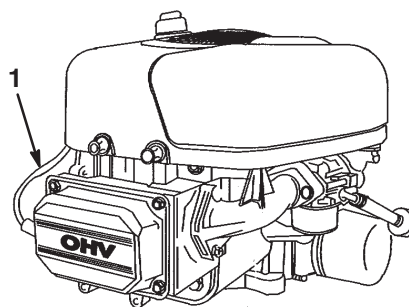

Bild 18
6. Ziehen Sie den Zündkerzenstecker ab (Bild 18).
3. Stecken Sie den Zündkerzenstecker wieder auf die Zündkerze auf (Bild 18).